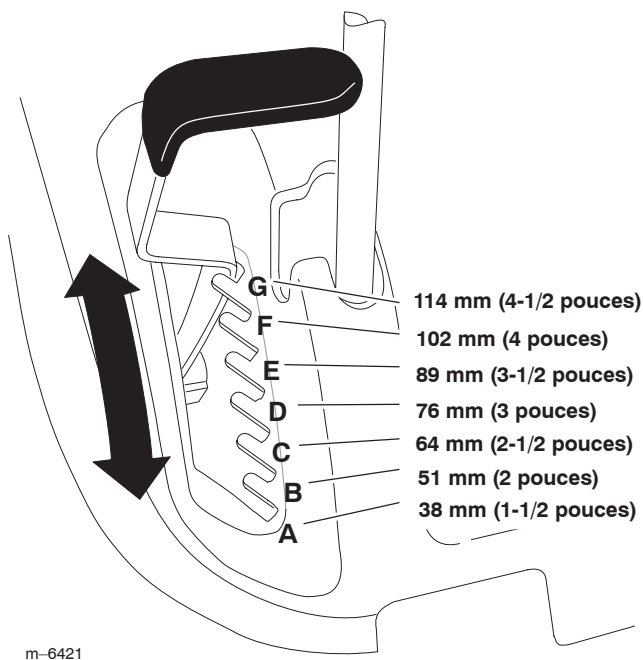

Figure 10
1. Relevez le levier de sélection de hauteur de coupe en position de transport (qui correspond aussi à la hauteur de coupe de 114 mm [4-1/2 pouces]) (Fig. 10).
2. Pour régler la hauteur de coupe, tirez sur le levier de hauteur de coupe et sélectionnez la position souhaitée (Fig. 10).